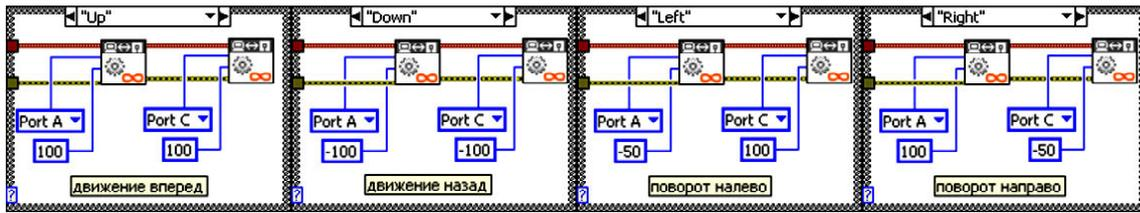

Рис. 18
**Motor unlimited** (прямое управление мотором) для вышеуказанных ветвей создаем следующие действия (рис. 18).